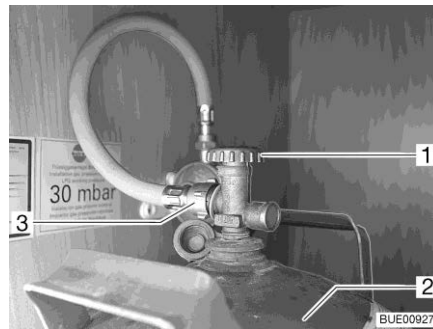

Fig. 181 Compartiment à gaz
- Fermer le robinet principal (Fig. 181,1) de la bouteille de gaz (Fig. 181,2). Observer le sens de la flèche.
- Dévisser la lyre (Fig. 181,3) de sur la bouteille de gaz.